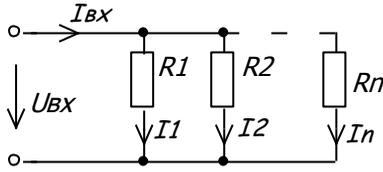

Рис. 1.5
**Параллельным** называется такое соединение, при котором элементы подключены к одной паре узлов. При параллельном соединении к элементам приложено одно и то же напряжение. Параллельное соединение  $n$  сопротивлений показано на рис. 1.5.